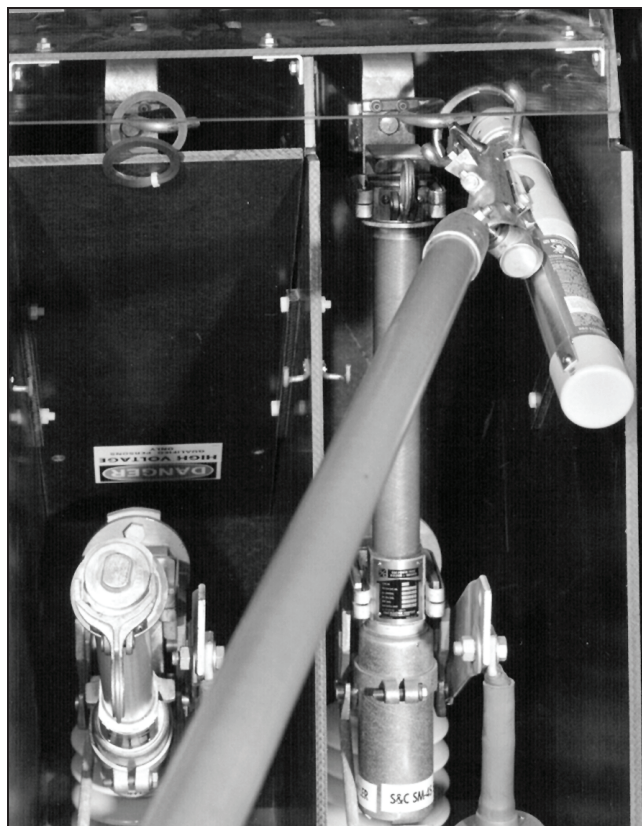

Figura 8. Âncora da ferramenta Loadbuster conectada a um gancho de fixação.
PASSO 1. Aproxime a ferramenta Loadbuster transversalmente pela frente da unidade fusível ou pelo porta-fusível e engate-a na âncora, localizada no topo da ferramenta Loadbuster, sobre o gancho de fixação no lado mais distante da unidade fusível ou porta-fusível. Ver Figura 8. Apenas um gancho de fixação é provido.